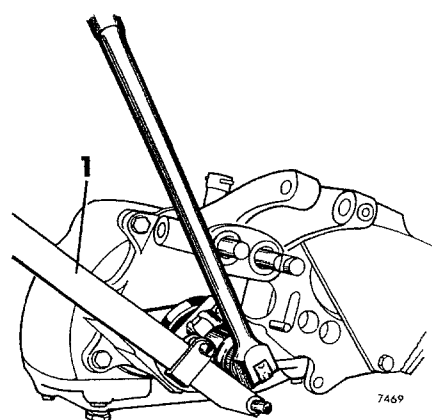
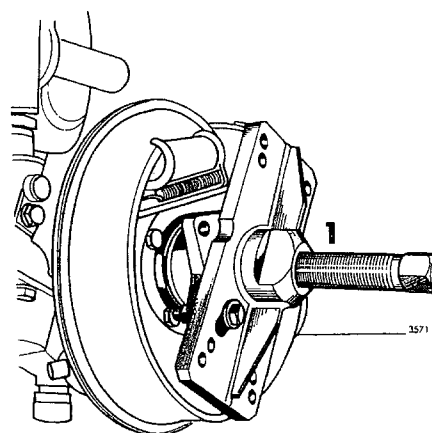
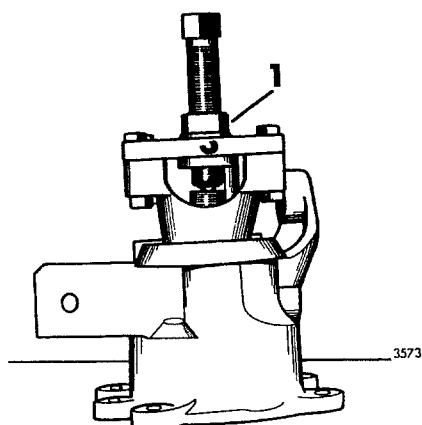

Fig 08-2. Lossdragning av mutter
Fig 08-3. Demontering av bakre medbringare
Fig 08-4. Demontering av främre medbringare
2. Ta bort muttern vid bakre medbringaren, se fig 08-2. Dra av medbringaren, se fig 08-3.
7. Ta bort saxpinnen för främre medbringaren och ta bort kronmuttern. Använd mothållet, jämför med fig 08-2. Dra av medbringaren, se fig 08-4.
5. Ta bort låsningen och skruva av medbringarens mutter, se fig 08-2.